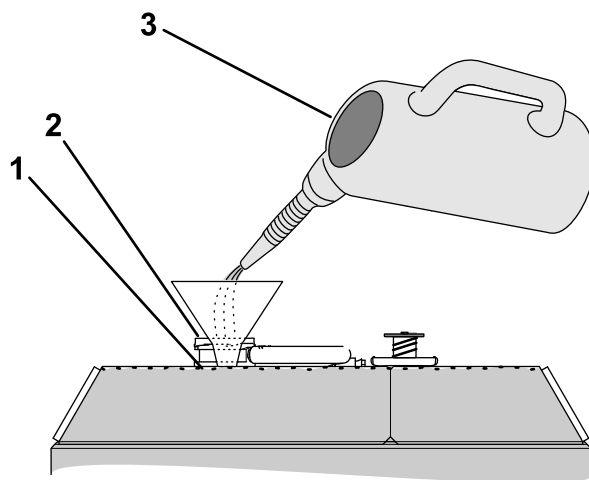

Figure 116
4. Remplissez le radiateur de liquide de refroidissement jusqu'à ce que le niveau atteigne le bas du goulot de remplissage (Figure 116).